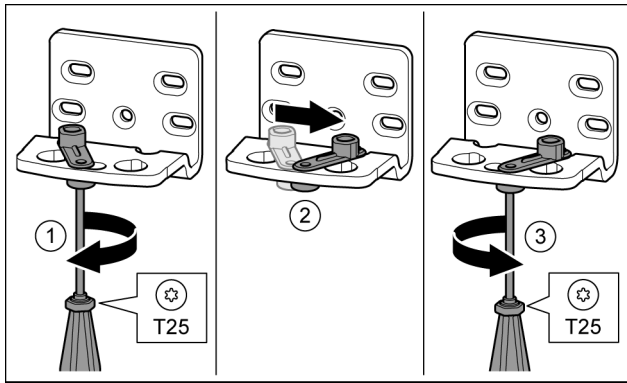

Fig. 30 *
- ▶ Schraube mit Schraubendreher T25 lose schrauben. Fig. 30 (1) *
- ▶ Türschließhilfe anheben und um 90° nach rechts in Bohrung drehen. Fig. 30 (2) *
- ▶ Schraube mit Schraubendreher T25 festschrauben. Fig. 30 (3) *